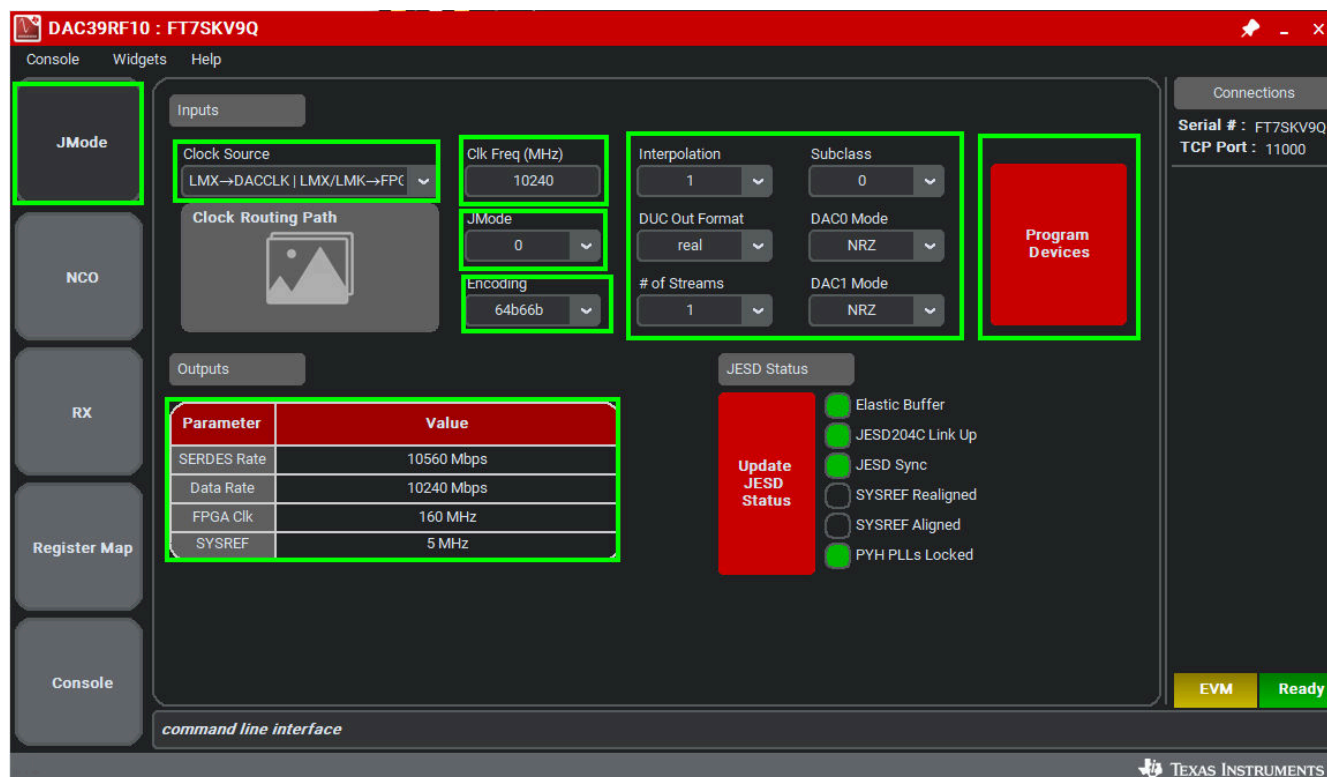
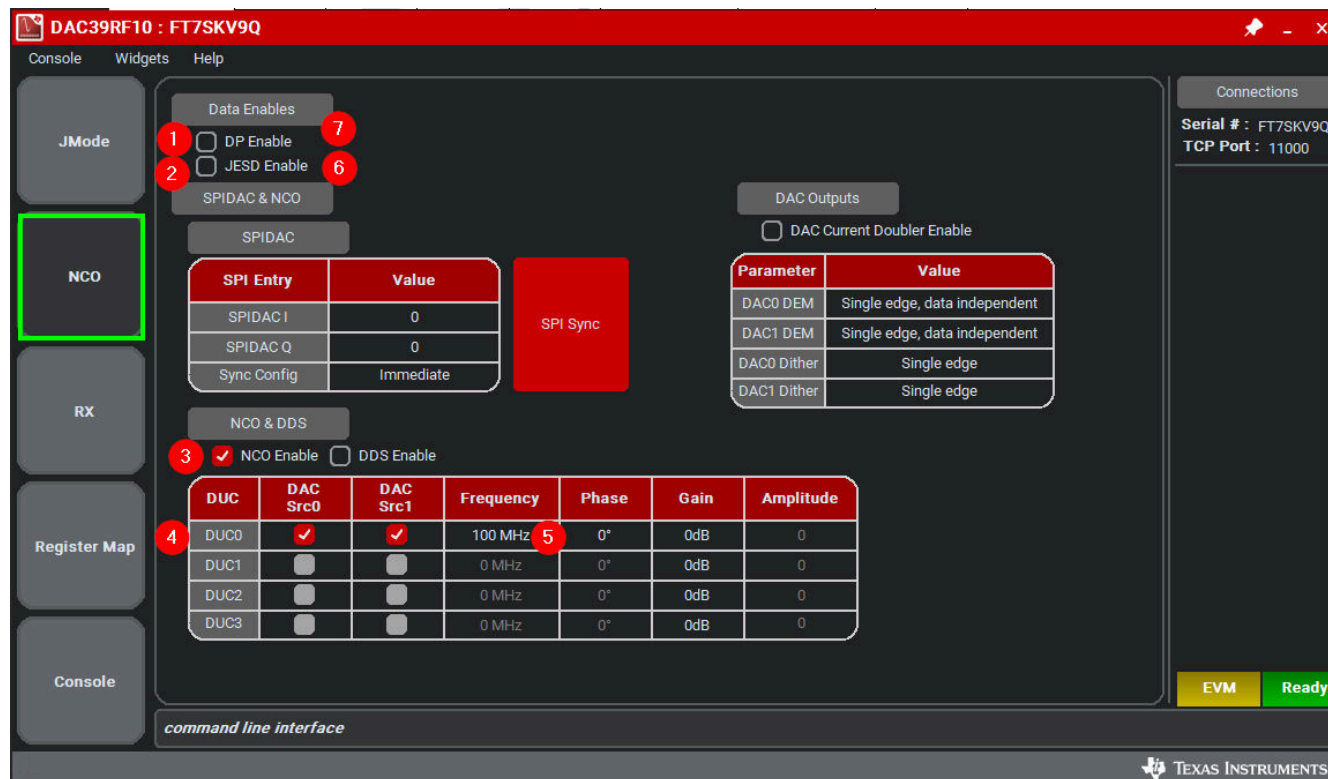

図 2-3. DAC39RF10EVM GUI の設定
図 2-5. NCO タブ コントロール
- a. FPGA REF クロック周波数は、DAC39RF10EVM GUI から取得できます。DAC39RF10EVM GUI を希望する JMODE モードおよびクロックレートに設定した後に実行します。EVM に必要な基準クロック周波数は、図 2-3 に示す GUI の最初のページに表示されています。
それぞれ **JMODE** タブおよび **NCO** タブを開いた状態の GUI は、図 2-3 および 図 2-5 に示されています。パネル左側のタブは、構成をデバイスおよび評価基板の機能ごとに整理しており、ユーザーフレンドリーな操作が可能です。また、レジスタを直接設定するための低レベルタブも用意されています。この評価基板には、**DAC39RF10**、**LMX1204**、および **LMK04828** の 3 つの構成可能なデバイスがあります。各デバイスのレジスタマップは、該当デバイスのデータシートに記載されています。詳細については セクション 5.1 を参照してください。
- データレート欄に **10.24G** または希望する入力データレートを入力します。データレートの値は DAC39RF10EVM GUI から参照でき、出力パラメータ欄に表示されています (図 2-3 を参照してください)。